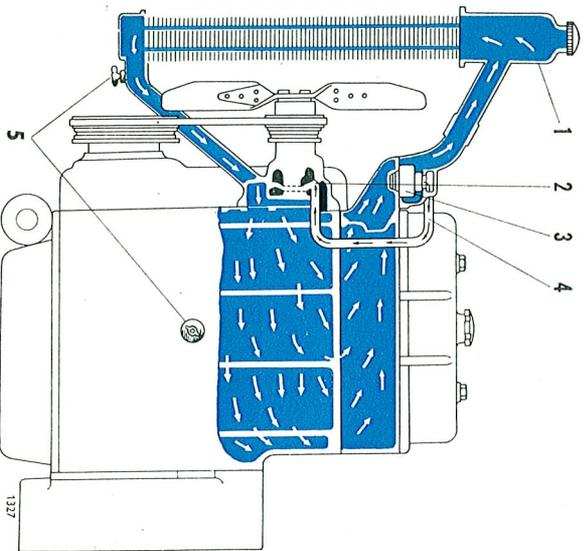

Fig. 23. Système de refroidissement
Le moteur est refroidi par eau et la circulation de l'eau de refroidissement est assurée par une pompe centrifuge, (2), fig. 23. Cette pompe est montée à l'extrémité avant du moteur et est entraînée par une courroie à partir de la poulie du vilebrequin. La
Aussi longtemps que l'eau de refroidissement est froide, le thermostat bouche la communication avec le radiateur et l'eau de refroidissement traverse alors le conduit de by-pass pour revenir directement au côté aspiration de la pompe. Ce conduit de by-pass est montré schématiquement sur la fig. 23. En réalité, il s'agit d'un canal spécial percé dans la culasse et dans le bloc-cylindres. Lorsque la communication avec le radiateur est coupée par le thermostat, l'eau de refroidissement s'échauffe rapidement jusqu'à 70° C (158° F) environ. Le passage principal du thermostat commence alors à s'ouvrir. A 85° C (185° F) environ, le thermostat est entièrement ouvert. Le thermostat est construit pour maintenir la température à 80° C (176° F) environ, température la plus convenable au fonctionnement du moteur. Il s'agit avant tout d'utiliser de l'eau aussi propre que possible — de préférence de l'eau de pluie — additionnée d'un certain produit antirouille. Si l'eau de refroidissement est chargée de rouille, rincez soigneusement le système avant d'en refaire le plein. Pour le rinçage du système, envoyez de l'eau propre à contre courant, par le robinet de vidange sur le bloc-cylindres pour la faire sortir par le bouchon de remplissage du radiateur. Continuez le rinçage jusqu'à ce que l'eau qui s'échappe par le bouchon du radiateur soit parfaitement propre. Si le radiateur est bouché à l'avant par de la paille, nettoyez-le en faisant envoyer de l'air ou de l'eau du côté du ventilateur.